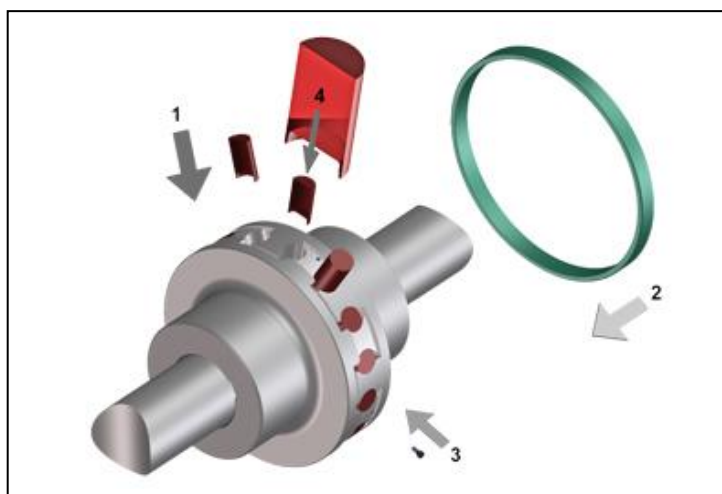

Bild 5
- Schieben Sie die Wellenenden mit den montierten Kupplungshälften zusammen auf das Einbaumaß „h“ nach Tabelle 5 zusammen (Bild 5).
- Setzen Sie die Puffer mit der Aushöhlung nach innen (Bild 5, Pos. 4) in die Kupplung ein.